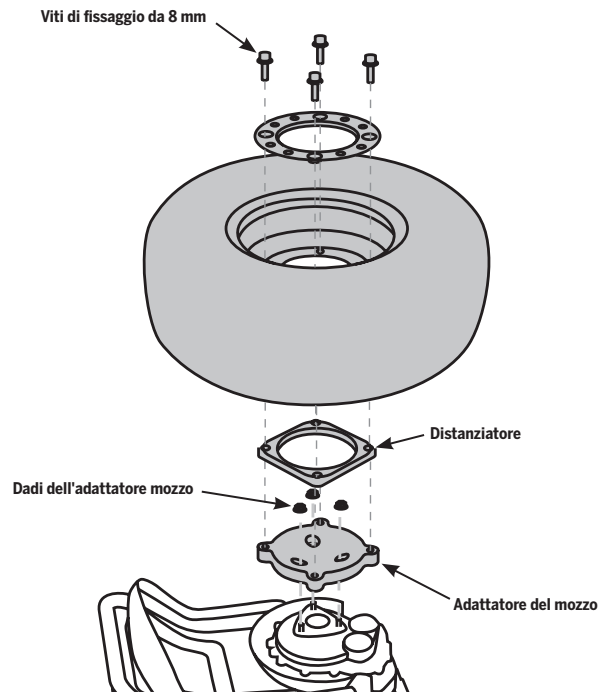

Figura 74: pneumatico/ruota/distanziatore/adattatore del mozzo per x2 SE Turf
3. Tenendo ferma la ruota per impedirne la rotazione, rimuovere le quattro viti di fissaggio da 8 mm (vedere la **Figura 74**).
4. Montare il gruppo pneumatico/ruota sul distanziatore (vedere la **Figura 74**).